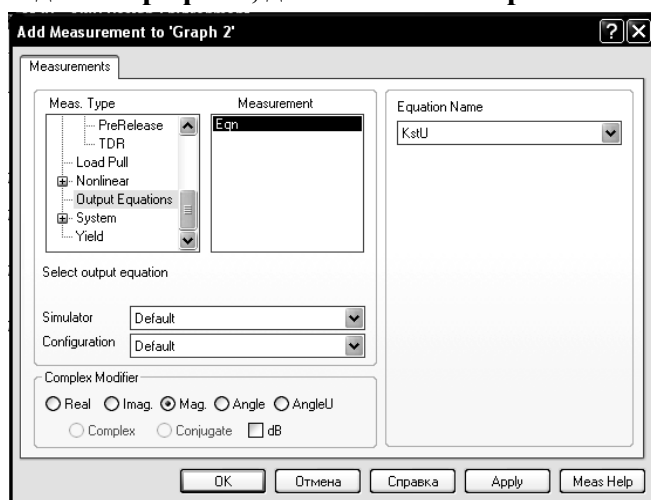

Рис. 2.43
4. В открывшемся окне (рис. 2.43) выберите **Output Equations** в области **Meas. Type**. В поле ввода **Equation Name** выберите **KstU**, щёлкнув по кнопке справа. Отметьте переключатель **Mag** в области **Complex Modifier**. Уберите “галочку” в **dB**, если она установлена. Нажмите **Apply**.